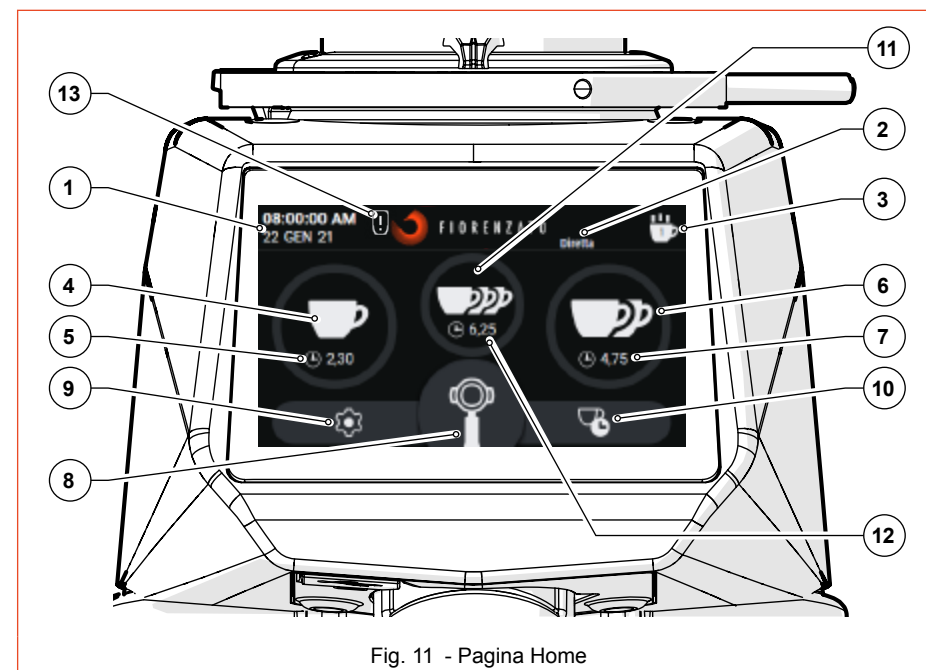

Fig. 11 - Pagina Home
In Fig. 11 viene illustrata la pagina HOME con la descrizione dei tasti funzione e dei campi di visualizzazione presenti. La pagina HOME è personalizzabile dal "Menù impostazioni" pertanto l'immagine riportata in figura può differire dalla videata effettivamente visualizzata sul vostro apparecchio alla sua prima accensione.
Con riferimento alla Fig. 11 i campi di visualizzazione e i tasti funzione presenti nella pagina HOME sono:
Per accedere al Menù impostazioni basta premere il tasto funzione  sempre visibile nella parte inferiore sinistra del display (vedi Fig. 11 Part. 9). A comando impartito il display caricherà il menù attraverso il quale sarà possibile selezionare il parametro da modificare e/o la funzionalità da attivare/disattivare semplicemente scorrendo verso il basso la lista delle possibili opzioni fino a individuare la voce di proprio interesse. Nel menù impostazioni presenti le seguenti voci:
Selezionare la dose desiderata (singola, doppia o tripla dose, se abilitata) premendo il relativo tasto funzione (vedi Fig. 11 Part. 4, 6 o 11). L'icona del tasto premuto inizia a lampeggiare per segnalare l'avvenuta selezione.
Premere ad azione mantenuta il tasto “**Macinatura Manuale**” (vedi Fig. 11 Part. 8) per avviare la macinazione continua. La macinazione si arresta in automatico al rilascio del tasto stesso.
Premere il tasto funzione relativo alla dose singola, doppia o tripla dose (vedi Fig. 11 Part. 4, 6 o 11); a comando impartito viene immediatamente avviata la macinatura della dose desiderata.
In questa modalità di utilizzo il microinterruttore di attivazione è disabilitato e tutti i tasti di selezione dose (vedi Fig. 11 Part. 4, 6, 8 e 11) sono attivabili.
In questa modalità di utilizzo la macinatura manuale (vedi Fig. 11 Part. 8) e i tasti di selezione delle dosi singola, doppia e tripla (vedi Fig. 11 Part. 4, 6 e 11) sono disabilitati.
Selezionare la dose desiderata (singola, doppia o tripla, se abilitata) premendo il relativo tasto funzione (vedi Fig. 11 Part. 4, 6 o 11). A selezione eseguita l'icona del tasto premuto inizia a lampeggiare per segnalare l'avvenuta selezione e rimane attivato fino alla selezione di una dose diversa. Premere il microinterruttore di attivazione con la coppa porta filtro (una volta) per comandare l'avvio della macinazione della dose selezionata.
In questa modalità di utilizzo anche la macinatura manuale (vedi Fig. 11 Part. 8) rimane abilitata.
- Al completamento di ogni erogazione vengono aggiornati i contatori delle statistiche (vedi Fig. 11 Part. 3). Nelle statistiche la macinazione continua (vedi Fig. 11 Part. 8) corrisponde all'incremento di una singola unità del numero di erogazioni. I cicli di macinatura vengono memorizzati anche se l'opzione “Mostra statistiche” è disabilitata dal menù delle impostazioni tecniche.
Quando la macinatura manale (Fig. 11 Part. 8) è disabilitata, il relativo tasto funzione non è selezionabile e viene visualizzato in grigio.
Consente di abilitare (🟢) o disabilitare (🔴) la visualizzazione del tasto funzione “Statistiche” sulla schermata HOME (vedi Fig. 11 Part. 3).